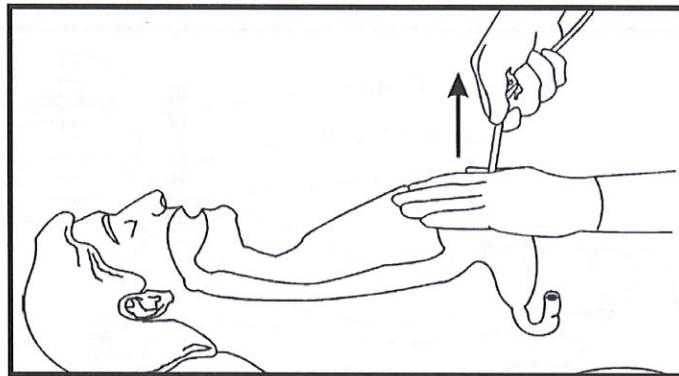

Figura 14
- Tirando y empujando, puede extraer la sonda para GEP si la sujeta con una mano cerca de la línea de la piel, coloca la otra mano en torno al punto del estoma y tira de la sonda hacia arriba (Figura 14).